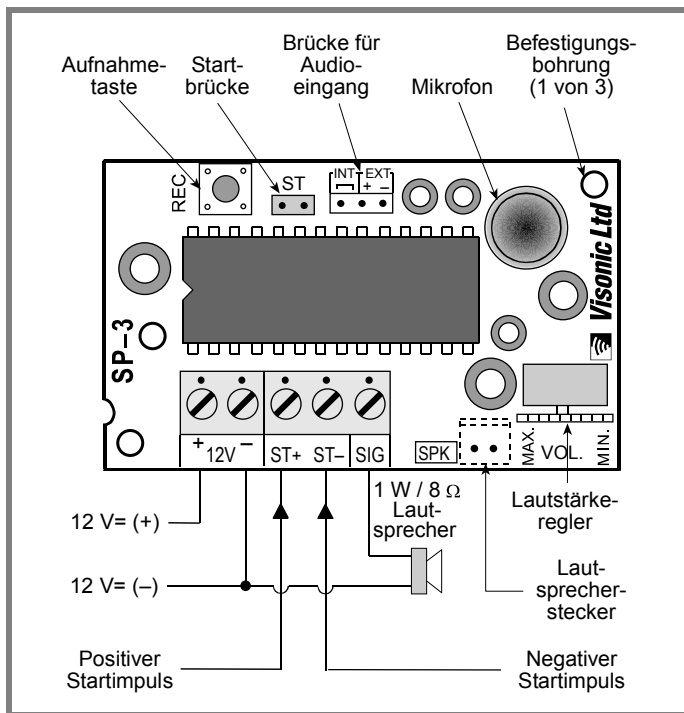

Abbildung 1: SP-3 Darstellungen und Verbindungen
3. VERDRAHTUNG (ABB. 1 UND 2)
SP-3: 3 Befestigungsbohrungen (s. Abb. 1)